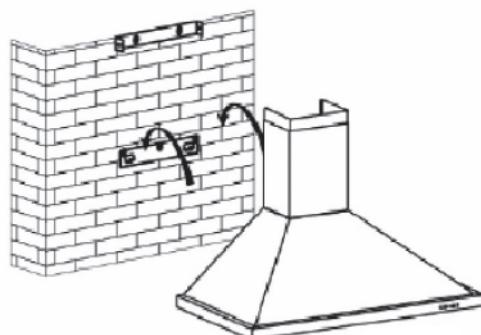

Abb. 2
(Abb. 2)
- Setzen Sie den Körper der Dunstabzugshaube auf den Halter mit den dafür vorgesehenen mitgelieferten Schrauben auf (Abb. 2).